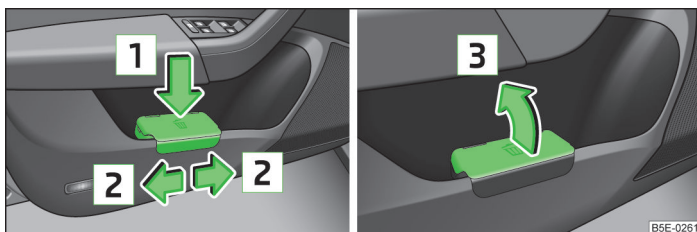

Fig. 67 Recipientul pentru reziduuri / Deschiderea recipientului pentru reziduuri
- Împingeți recipientul pentru reziduuri în partea posterioară în sensul săgeții » fig. 67.
- Scoateți recipientul pentru reziduuri în sens contrar săgeții » fig. 67.
- Deschideți recipientul pentru reziduuri în sensul săgeții » fig. 67.